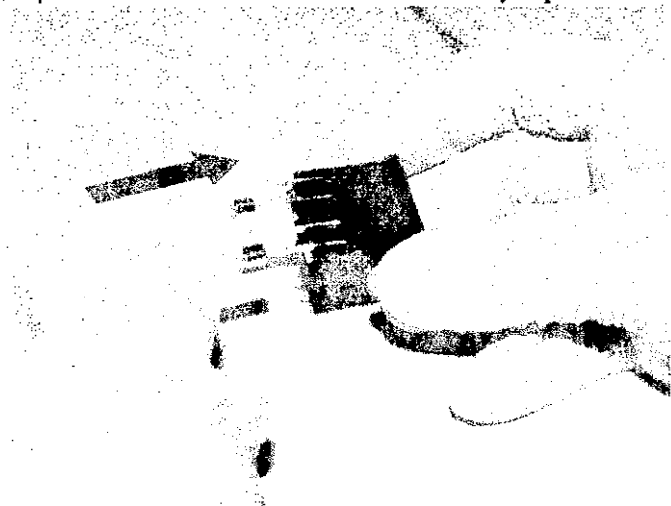

Рис. 91: Установка плавких предохранителей
5. Вставить плавкие предохранители из комплекта поставки в устройство для их крепления (рис. 91).